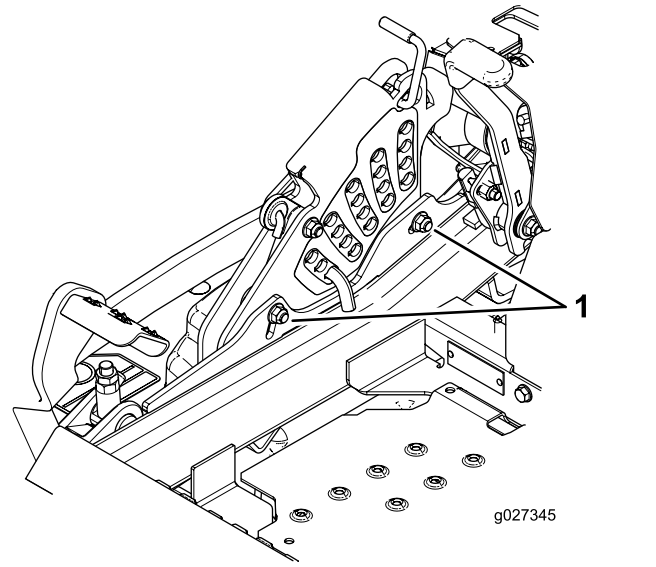

Figure 92
12. Pour régler le système monopoint, desserrez les 2 boulons au bas de la plaque de hauteur de coupe. Voir Figure 92.
- Serrez les 2 boulons au bas de la plaque de hauteur de coupe (Figure 92) à un couple de 37 à 45 N·m.